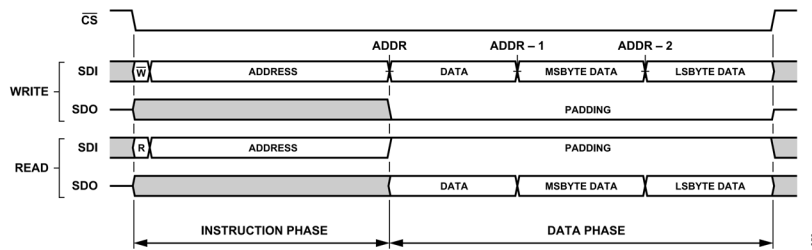
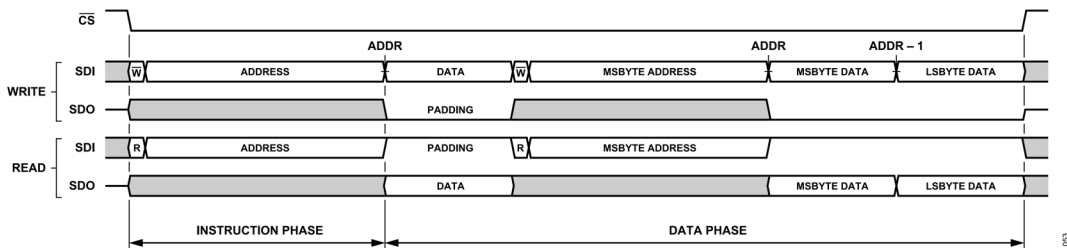
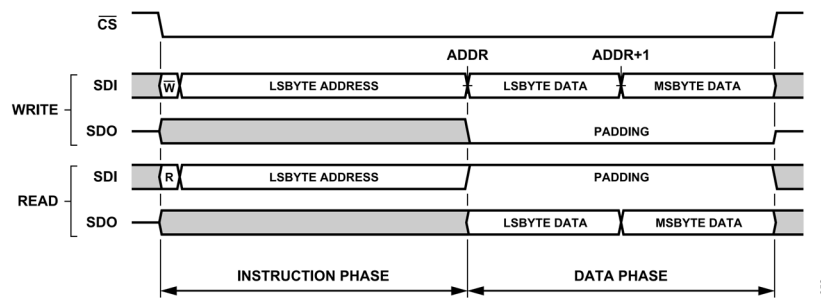

図 54. インターフェース・アクセスの例、インターフェースのデフォルト設定、ストリーミング・モード (ADDR_ASCENSION = 0)
図 55. インターフェース・アクセスの例、単一命令モード (SINGLE_INST = 1)、その他すべてのインターフェース・オプションのデフォルト
図 58. 単一命令フォーマット、ADDR_ASCENSION = 1 (インクリメント)、STRICT_REGISTER_ACCESS = 1 (イネーブル)
図 54 は、デフォルトのインターフェース設定を使用したシリアル・トランザクションの汎用 SPI フレーム・フォーマットを示しています。この例では、バイト幅レジスタとマルチバイト・レジスタで構成される設定レジスタ空間の一部がアクセスされます。バイト幅レジスタのアドレスは最上位アドレス (ADDRESS) にあり、マルチバイト・レジスタの最上位バイトはレジスタ・セグメントの最下位アドレスにあります。デフォルトでは、ADDR_ASCENSION プロパティは降順に設定されています。これは、最上位のレジスタのアドレスが命令フェーズ
単一命令モード (SINGLE_INST = 1) では、メモリ・アクセス・コントローラは、図 55 に示すように、所与の SPI フレーム内でアクセスされる各レジスタに対して伝送する命令フェーズを必要とします。このモードは、特定の SPI フレーム内でレジスタ空間の隣接していないセクションへのアクセスが必要な場合に便利です。ストリーミング・モードでは、一意のレジスタ・アクセスごとに新しい SPI フレームを開始することで、同じアクセスの柔軟性を実現できることに注意してください。
前のセクションで説明したように、アドレス・アセンション選択 (ADDR_ASCENSION) ビットは、ストリーミング・モード (SINGLE_INST=0) で AD4087 に伝送されるデータの各バイトに対して内部インターフェース・アドレス・ポインタがどのように更新されるかを決定します。単一命令モード (SINGLE_INST = 1) を使用する場合、各レジスタは、図 55 に示されるように、それ自身の命令フェーズを通して直接アドレス指定され、したがって、アドレス・ポインタは更新されません。SINGLE_INST の設定にかかわらず、ADDR_ASCENSION ビットは、命令フェーズの開始アドレスの選択およびデータ・フェーズ・ペイロードのバイト順序に関して、SPI フレームのフォーマットに直接影響します。この影響については、厳密アクセス選択とマルチバイト・レジスタのセクションで詳しく説明します。これは、データ・フォーマットの多くがこのインターフェース設定の選択に依存しているためです。ADDR_ASCENSION 選択ビットは、インターフェース設定 A レジスタ (インターフェース設定 A レジスタのセクションのアドレス 0x00 を参照) にあります。
この概念を拡張すると、STRICT_REGISTER_ACCESS = 1 の場合、データ転送の最初のエンティティとしてマルチバイト・レジスタにアクセスする SPI フレームは、命令ワードの開始アドレスを ADDR_ASCENSION 選択に対応するように正しく設定する必要があります。アドレス・カウンタが自動的にデクリメントする場合 (ADDR_ASCENSION = 0) は、そのマルチバイト・レジスタの最下位バイトのレジスタ・アドレスを先頭アドレスとし、逆に自動的にインクリメントする場合は、最上位バイトのレジスタ・アドレスを先頭アドレスとします。ADDR_ASCENSION が自動アドレス・デクリメント (0) から自動インクリメント (1) に変更された結果、図 54 と図 55 は、図 57 と図 58 に示すように変更され、データ・フェーズ・バイト順序および命令フェーズ・マルチバイト・レジスタ開始アドレスの変更に対応します。